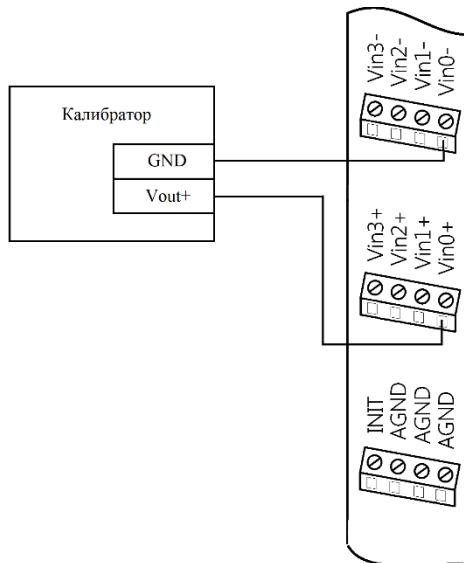
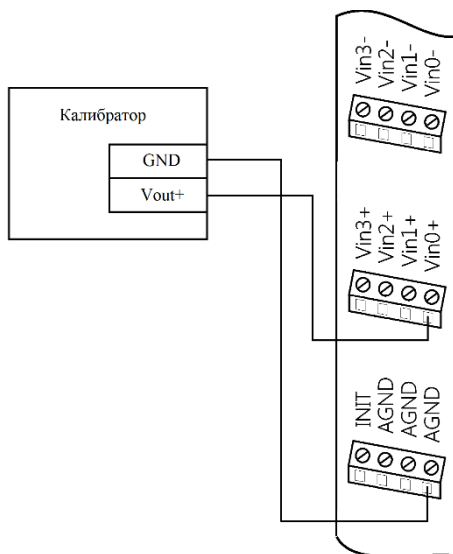

Рис. 4.1. Соединение приборов для юстировки диапазонов напряжений в дифференциальном режиме модуля NLS-8AI-Ethernet(-2P)
Рис. 4.2. Соединение приборов для юстировки диапазонов напряжений в одиночном режиме модуля NLS-8AI-Ethernet(-2P)
Вывод AGND модуля не следует соединять с защитным заземлением лаборатории. Если источник тестового напряжения или тока питаются от сети, их корпуса должны быть заземлены для уменьшения емкостной наводки из сети 50 Гц (рис. 4.1). Все приборы, подлежащие защитному заземлению, должны быть подсоединены к одной и той же общей клемме заземления. Один из выводов источника калиброванного напряжения или тока можно соединить с заземлением, если это указано в инструкции по его эксплуатации. Приборы, имеющие батарейное питание, заземлять не следует.
- подключить калибратор к нулевому каналу модуля проводом минимальной длины (для дифференциального режима - в соответствии с рис. 4.1, для одиночного режима – в соответствии с рис. 4.2);